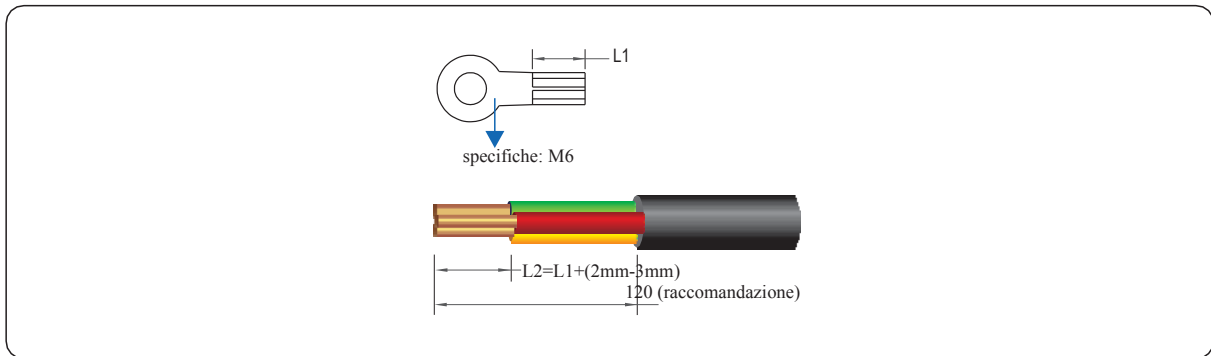

Figura 5.4 Lunghezza cavo spelato (unità: mm)
Passo 1 Rimuovere una lunghezza adeguata di guaina e strato isolante dal cavo di uscita CA come mostrato nella Figura 5.4.